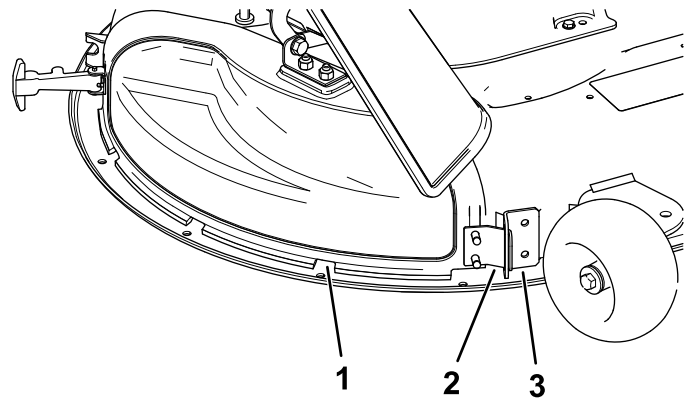

図 12
5. 排出口カバーについている金属製のタブを、デッキに溶接されているブラケットの-slotから外す 図 12。